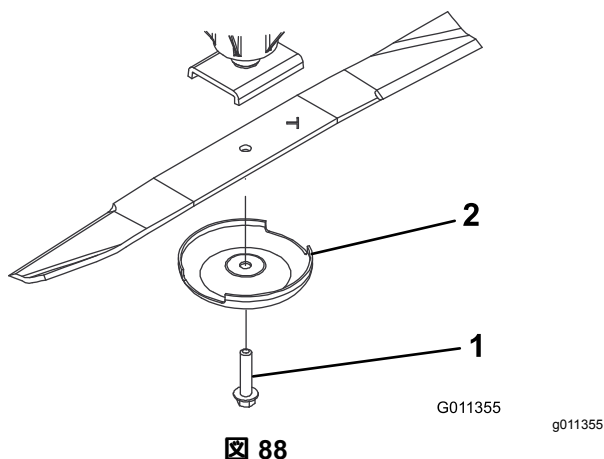

図 88
2. ぼろきれや厚いパッドの入った手袋を使ってブレードの端部をしっかりと握る。スピンドルのシャフトからブレードボルト、芝削り防止カップ、ブレードを取り外す 図 88。
3. ブレードを取り付ける時は、セール立ち上がっている部分がCuttingデッキの天井を向くように取り付け、芝削り防止カップをつけてブレードボルトで固定する 図 88。各ブレードボルトを 115-149 N·m 11.8-15.2 kg·m = 85-110 ft·lb にトルク締めする。